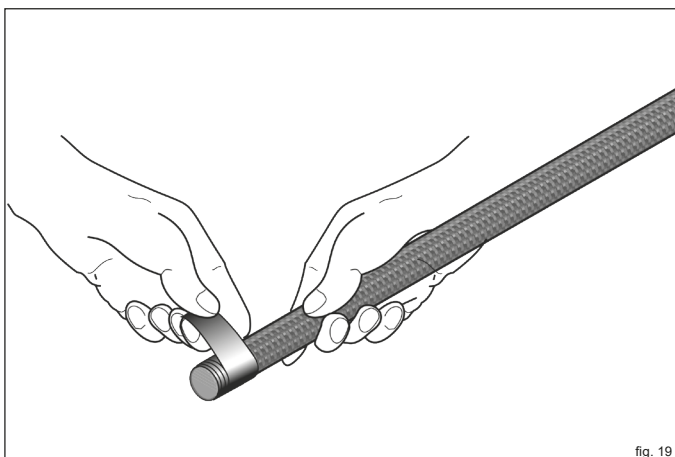
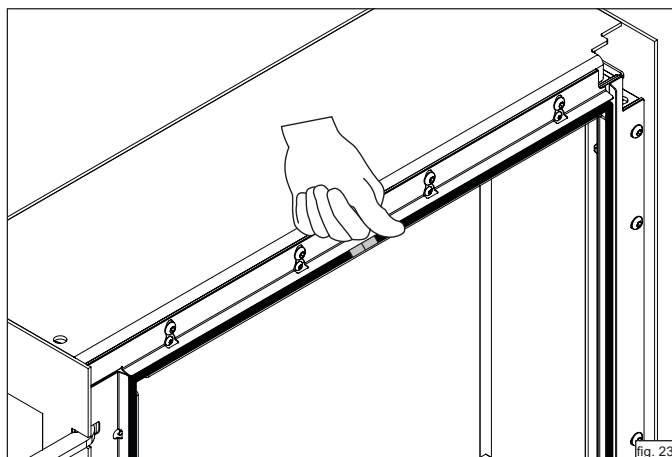

fig. 19
fig. 23
- ▶ **Avvolgere la nuova guarnizione con il nastro di rame da un lato con una lunghezza di circa 3 cm (fig. 19).**
- ▶ **Avvolgere l'estremità anche con il nastro di rame (fig. 19) e premere la guarnizione all'interno della guida (fig. 23)**